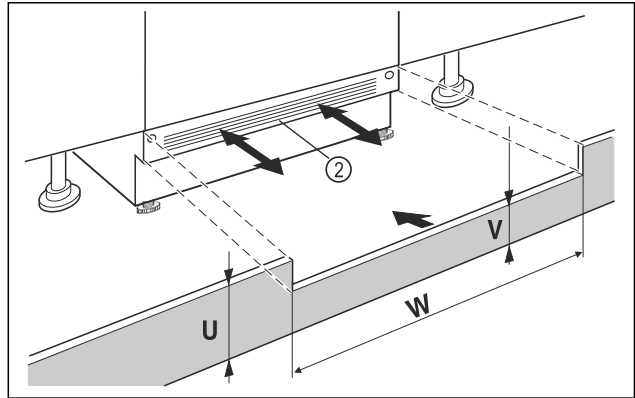

Fig. 16 Shembull ilustrues
- Vendosni kapakun e bazamentit të pajisjes Fig. 16 (2) por mos e fiksoni akoma.
- Kur kapaku i bazamentit është i dukshëm Fig. 16 (2), tërhiqeni atë përpara deri në atë pikë që buza e përparme e rrjetës së ajrimit dhe kapaku i bazamentit të mobilies të jenë në një nivel.
- Kur kapaku i bazamentit është i fshehur Fig. 16 (2), shtyjeni atë plotësisht prapa.
- Sigurohuni që kanalet e ajrimit të jenë plotësisht të lira: Nëse nevojitet, shkurtoni lartësinë e kapakut të bazamentit të mobilies Fig. 16 (U)!
- Përshtatni lartësinë Fig. 16 (V) nën kapakun e bazamentit të pajisjes Fig. 16 (2) përgjatë gjerësisë së dollapit Fig. 16 (W).